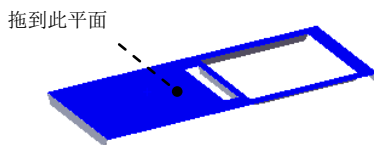

图 17.8.42 定义成形工具放置面
(1) 单击任务窗格中的“设计库”按钮, 打开“设计库”对话框。
(2) 单击“设计库”对话框中的 ch17 节点，在设计库下部的列表框中选择“case_shaped_tool_03”文件并拖动到图 17.8.42 所示的平面，在系统弹出的“成形工具特征”对话框中单击按钮。